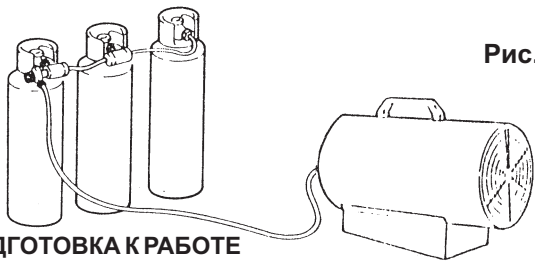

Рис.1
- Если генератор работает непрерывно при максимальной мощности, возможно образование льда с внешней стороны баллона по причине высокого испарения газа с последующим уменьшением мощности. Даже если не присутствует иней, используя очень маленький баллон, тем не менее имеет место снижение давления, которое может затруднять работу оборудования. Для непрерывной работы при максимальной мощности советуется монтировать баллоны параллельно (см. Рис. 1).